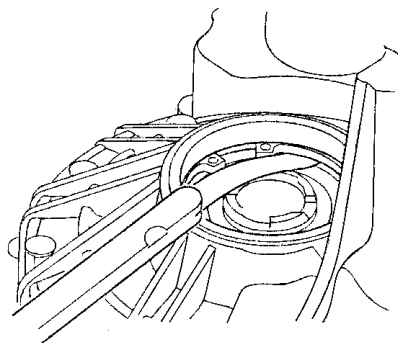

图 5-154 测量定位环和变速器座架轴
6) 如图 5-154 所示，用塞尺测量定位环和变速器座架轴承外圈之间的间隙。标准间隙：0 ~ 0.15mm。